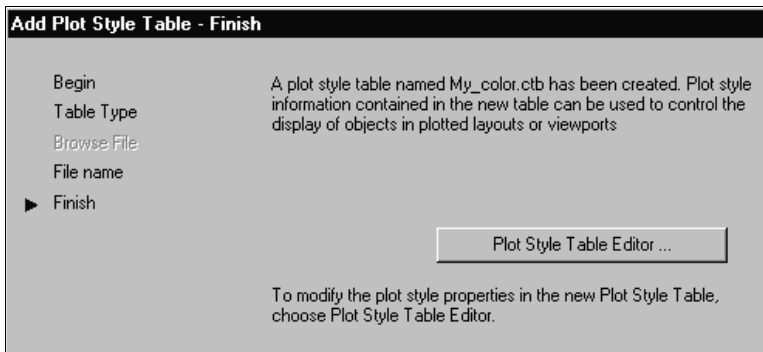

Рис. 23.24. Последняя страница мастера создания стилей печати
7. Щелкните мышью на кнопке **Next** (Далее) для перехода к последней странице **Finish** (Конец) Мастера подготовки стилей печати (рис. 23.24).
10. Щелкните мышью на кнопке **Save & Close** (Принять) для выхода из редактора стилей печати. Появится последняя страница Мастера создания стилей печати (см. рис. 23.24).